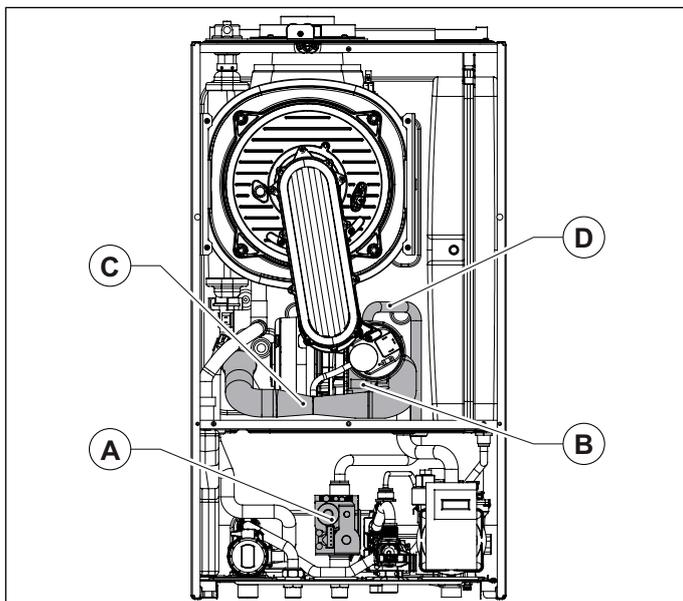

Abb. 36 Ansaugrohr
- Das Ansaugrohr für die Verbrennungsluft demontieren (siehe Abb. 36 Ansaugrohr).
- Verschraubung der Gasleitung von der Mischeinrichtung lösen (siehe Abb. 36 Ansaugrohr).